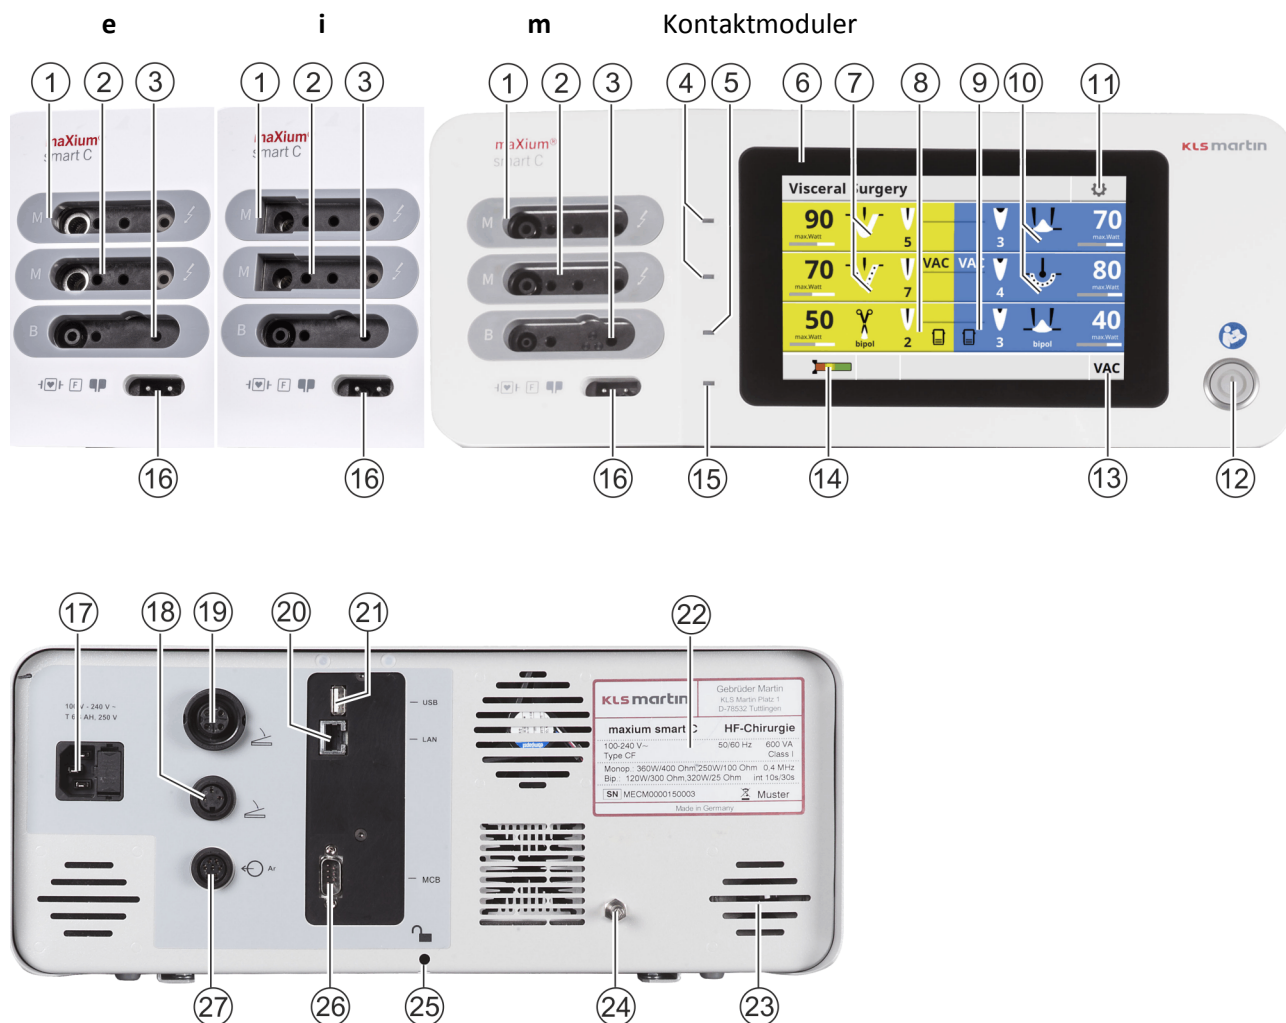

Fig. 6-1: maxium® med kontaktmodul e, i og m
Tilkoblingskontakten (16, Fig. 6-1 for tilkobling av nøytralelektrodekabelen er egnet til en symmetrisk (vinklet) plugg iht. US-standard.
- en dobbeltpedals fotbryter på tilkoblingskontakten (19, Fig. 6-1)
- en enkeltpedals fotbryter på tilkoblingskontakten (18, Fig. 6-1)
På tilkoblingskontakten (19, Fig. 6-1) for dobbelpedal-fotbryteren brukes forskriftsmessig den gule pedalen både til monopolar og bipolar skjæring, og den blå pedalen brukes til monopolar og bipolar koagulering. Den gule pedalen kan fritt tilordnes enhver skjærekanal, og den blå enhver koaguleringskanal.
Den ekstra tilkoblingen til en ekstra enkeltpedal-fotbryter (18, Fig. 6-1) muliggjør aktivering av et instrument både i monopolar område (skjæring / koagulering) og i bipolar område (skjæring / koagulering). Pedalen kan fritt tilordnes alle skjære- eller koaguleringskanalene.
For tilkobling av maxium® smart Beam er tilkoblingskontakten (27, Fig. 6-1) utstyrt. Via denne forbindelsen foretas styring og strømforsyning av maxium® smart Beam.
MCB-grensesnittene (26, Fig. 6-1) brukes til innlemming av eksterne ekstraapparater, slik som røykgassavsug, i et integrert operasjonssystem.
USB-grensesnittet (21, Fig. 6-1) brukes til programvareoppdatering.
Potensialutjevning er den godt ledbare elektriske forbindelsen til huset til apparatene under hverandre og med jord. Denne sørger for at apparatene alltid, også ved en elektrisk feil, beholder likt potensiale. En potensialutjevning er foreskrevet for bestemte operasjonssaler, f.eks. for intrakardiale inngrep. Den kan opprettes via en potensialutjevningstilkobling (24, Fig. 6-1). Den nødvendige tilkoblingskabelen for dette følger ikke med, men kan fås hos oss ved behov, REF 80-260-50-04.
maxium® smart C er utstyrt med en bredbåndsnettdel slik at nominell verdi for nettspenning kan ligge på mellom 100 V og 240 V uten at nettområdet må kobles om. Nettilkoblingen (17, Fig. 6-1) inkluderer også sikringen av apparatet med to sikringer T 6,3 AH, 250 V.
Til styring av maxium® smart C finnes i tillegg til **PÅ/AV**-knappen (12, Fig. 6-1) en berøringsskjem (6, Fig. 6-1).
Etter forskriftsmessig klargjøring og oppstilling av maxium® smart C (se nasjonale installasjons- og driftsforskrifter samt nasjonale forskrifter for brann- og eksplosjonsbeskyttelse) kan apparatet settes klar til drift i de angitte områdene med **PÅ/AV**-knappen (12, Fig. 6-1).